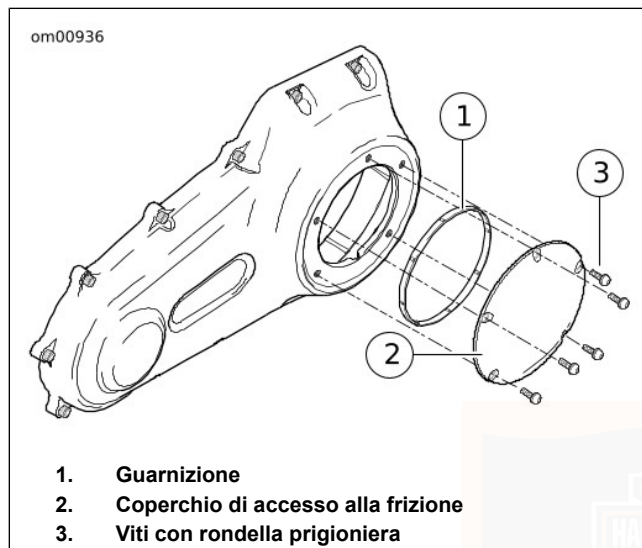

Figura 35. Coperchio della frizione
2. Vedere la Figura 35. Con un cacciavite T-27 TORX, togliere cinque viti (3) (con le rondelle prigioniere) per staccare il coperchio di accesso alla frizione (2) dal coperchio del carter della catena della trasmissione primaria.